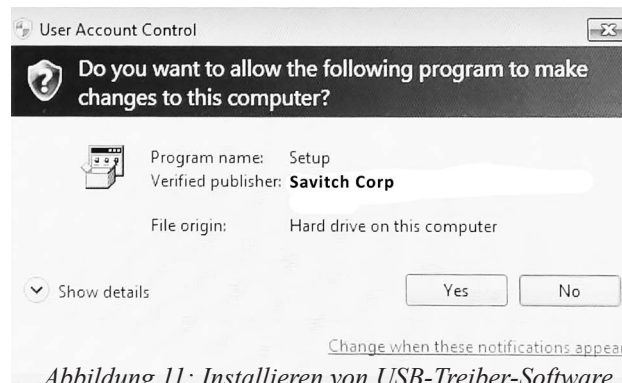

Abbildung 11: Installieren von USB-Treiber-Software
- Wählen Sie "Yes", um Änderungen für Ihren Computer zuzulassen (siehe Abbildung 11).